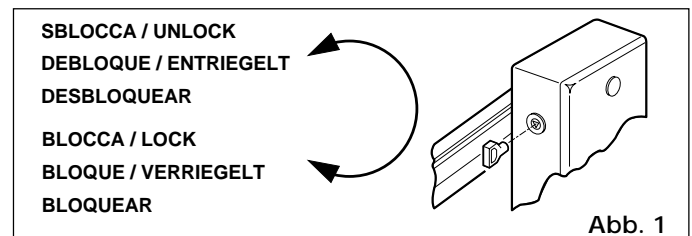
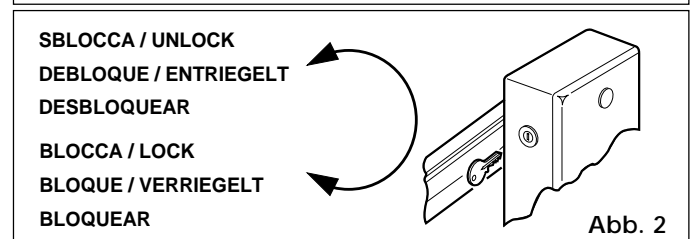

Abb. 1
Abb. 2
- Den Dreieck-Standardschlüssel (Abb. 1) oder personalisierten Schlüssel (Abb. 2) in das Schloß stecken und eine Drehung **gegen den Uhrzeigersinn** ausführen.